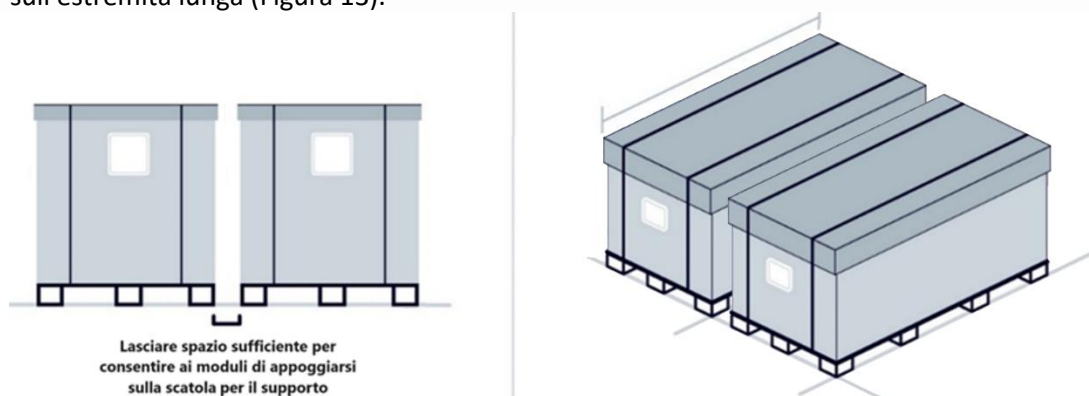

Figura 13: Allineamento corretto delle scatole.
3. Movimentare una delle scatole utilizzando strumenti adeguati, come un carrello elevatore, e posizionarla accanto alla scatola da disimballare in modo che i due pallet siano allineati sull'estremità lunga (Figura 13).